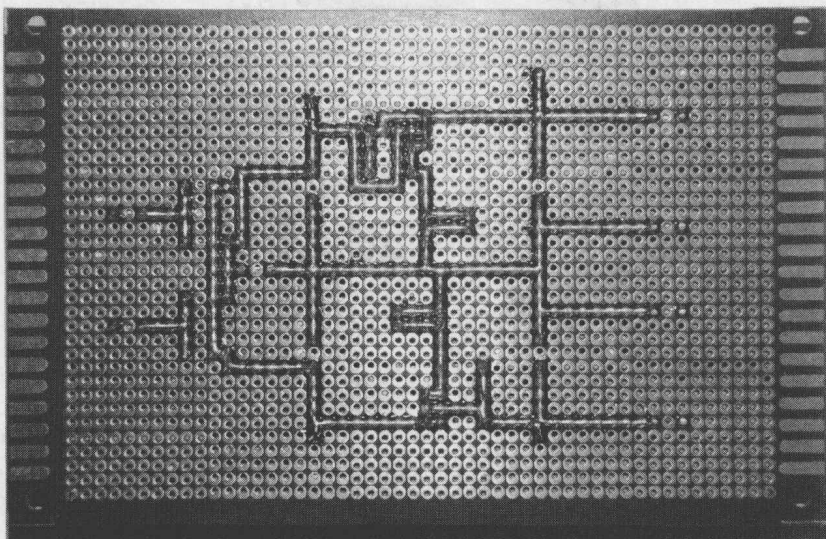

图 1-6 三端可调双电源稳压电路电气连接图
③ 根据电路原理图，在万用板上将固定好的元器件进行电气连接，如图 1-6 所示；